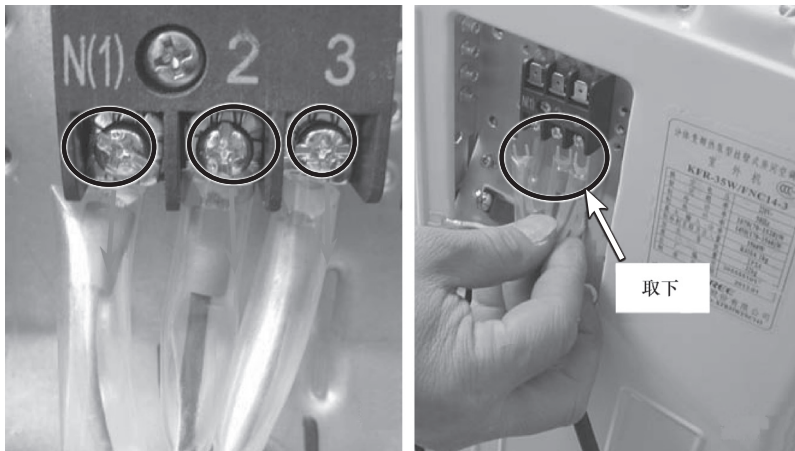
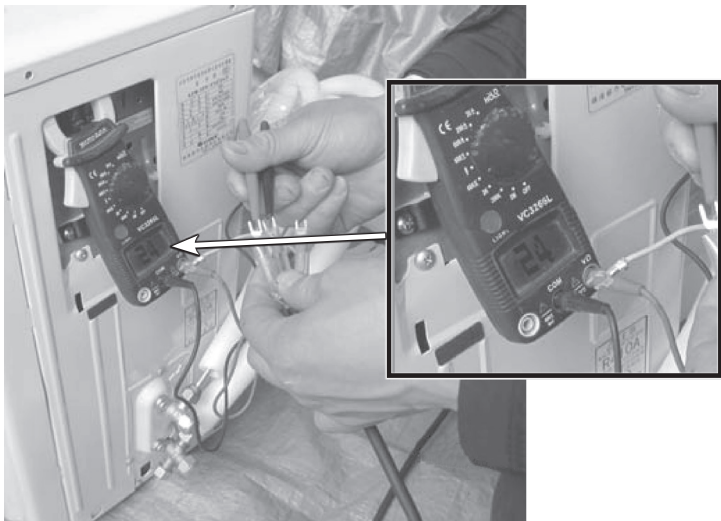
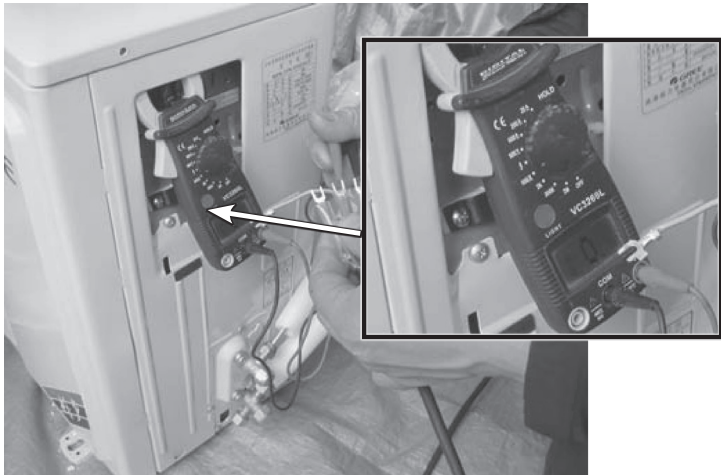

图5-43 取下接线端子
图 5-44 万用表直流电压档黑表笔接 N 线电压
图 5-45 测量通信线电压
8) 室外机接线端子处拆下 2 线和 3 线，如图 5-43 所示。在万用表直流电压档时，黑表笔接 N 线，红表笔分别测量另外两线，测其直流 24V 电压，如图 5-44 所示。而原通信线的电压为 0V，如图 5-45 所示。